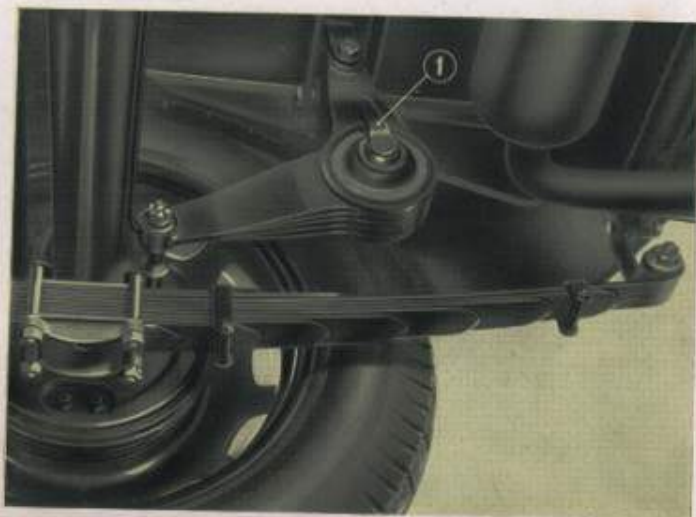

Fig. 38. Ammortizzatore sospensione posteriore montato sulla vettura.
Il carico degli ammortizzatori è regolabile mediante l'opportuno spostamento dell'apposita leva (1) (vedi fig. 38).